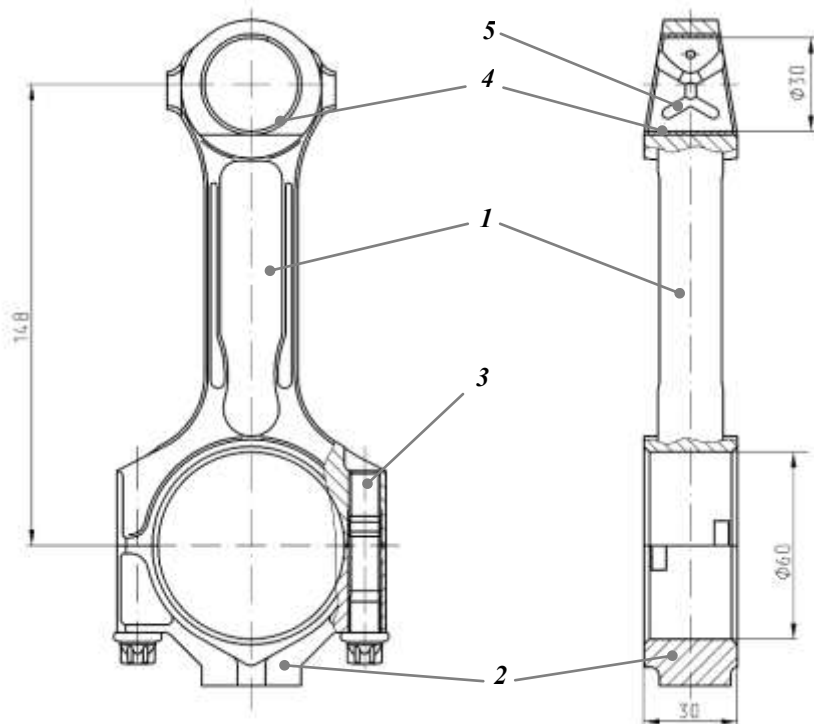

Рис.16. Шатун:
**Шатун** (рис.16) – для повышения прочности кованый из легированной хромом и никелем стали 40XH. Крышка шатуна 2 из той же стали, обрабатывается в сборе с шатуном 1 и, поэтому, является индивидуальной (не взаимозаменяемой) для каждого шатуна. Крышка к шатуну крепится болтами 3 изготовленными из стали 38ХГНМ, имеющими центрирующие пояски для обеспечения постоянства формы опоры шатунного подшипника при разборке-сборке двигателя и его надежной работы. В поршневую головку шатуна запрессована сталебронзовая втулка 4, имеющая канавки 5 для подвода смазки к сопряжению палец-втулка.